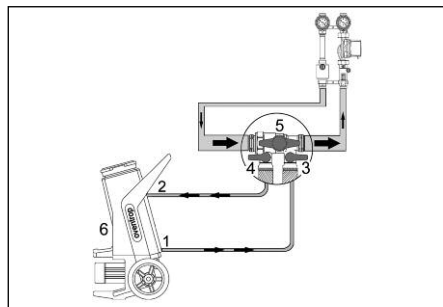

Fig. 6.9 Remplissage à l'aide de l'ensemble de remplissage et de rinçage
1. Raccorder l'ensemble de remplissage et de rinçage à la station solaire d'un côté et à la station de rinçage et de remplissage de l'autre côté (fig. 6.9) en respectant la direction de refoulement du circulateur!